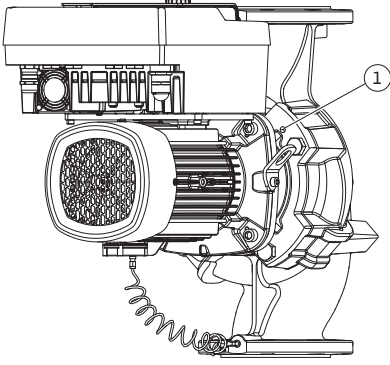
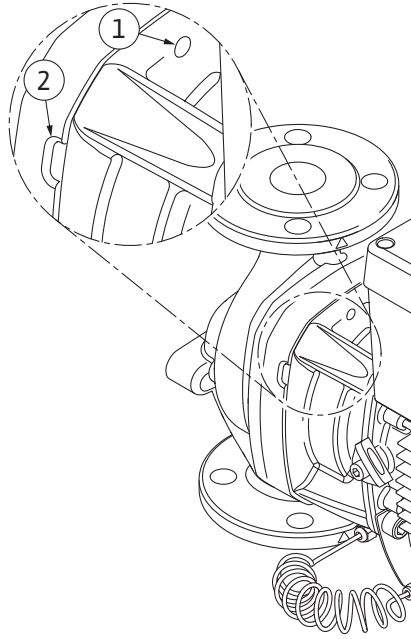

Fig. 108: Takma kitinin dişli delikleri üzerinden dışarı bastırılması
Fig. 109: Takma kitinin pompa gövdesinden dışarı itilmesi için yivli delikler ve açıklıklar
12. Pompa tipi (Fig. III, IV) için Poz. 29 civatalarını çözün. Bitişik iki dişli deliği (Fig. 108, Poz. 1) kullanın ve müşteri tarafından sağlanan uygun civataları kullanın (ör. M10 x 25 mm). Takma kitini pompa gövdesinden ayırın. Pompa tipi (Fig. I ve Fig. II) için iki M10 dişli deliği kullanın (bk. Fig. 108) ve müşteri tarafından sağlanan uygun civataları (ör. M10 x 20 mm) kullanın. Bastırmak için kızaklar da (Fig. 109, Poz. 2) kullanılabilir. Bu işlem için ör. iki tornavidayı kaldıraç olarak kullanın. Yaklaşık 15 mm bastırma mesafesinden sonra takma kiti artık pompa gövdesine ilerletilemez.